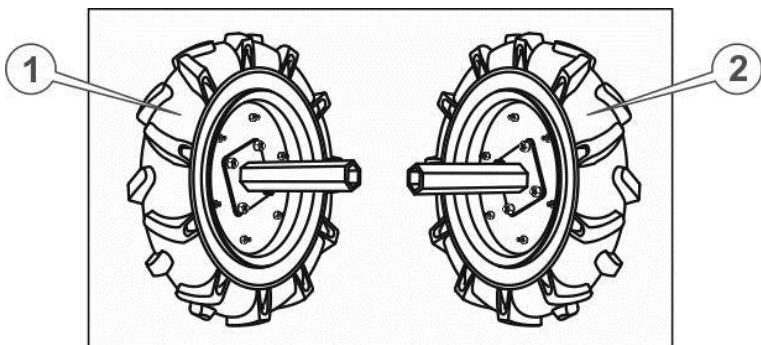

Рисунок 3. Маточини з колесами
4. Приєднати маточини коліс до колісних дисків за допомогою болтів, надійно затягнути всі з'єднання на колесах (див. рис. 3.). При цьому необхідно пам'ятати, що на колеса встановлені пневматичні шини з направленим малюнком протектора типу «ялинка». Встановлювати колеса необхідно таким чином, щоб при погляді на мотоблок зверху «вістря» цієї «ялинки» були спрямовані вперед, крім того вентилі для накачування камер повинні перебувати з зовнішнього боку колеса.